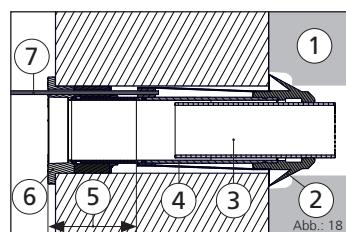

Abb.: 18
- Zum Positionieren des Vortriebsrohrs kann die Schnellverspannvorrichtung SVS verwendet werden (siehe Abb.: 18).
Legende zu Abb.: 18